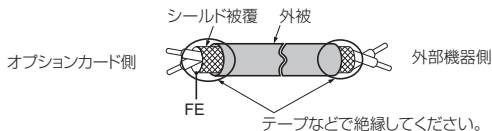

図 14 シールド線の末端処理
4. 図 14 を参考に電線の末端を処理してください。配線時の締め付けトルクについては、「電線サイズと締め付けトルク」(36 ページ)を参照してください。すべての電線が確実に固定されているか、電線の被覆が端子台の挿入部に噛み込んでいないかを確認してください。また、はみ出した心線はすべて切断してください。